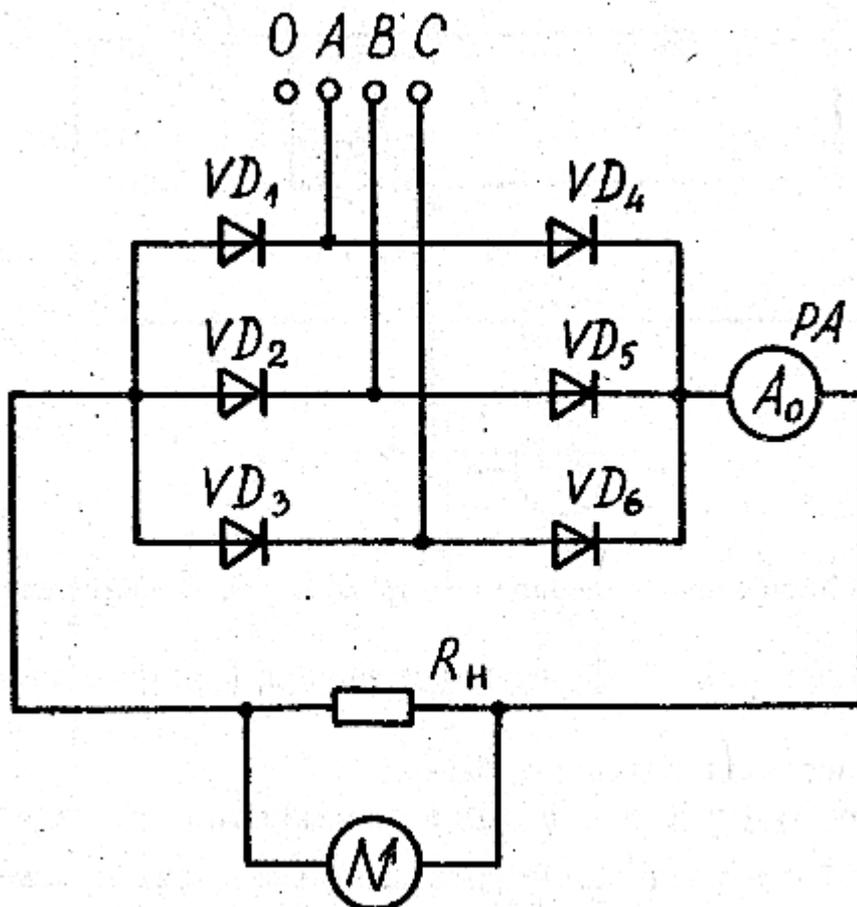

Рис. 4. Схема мостового трехфазного выпрямителя
8.1. Собрать схему мостового трехфазного выпрямителя и предъявить для проверки (рис. 4).